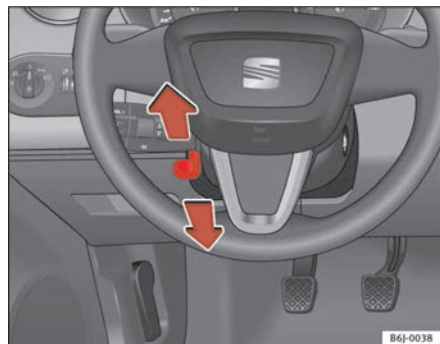

Fig. 92 Regolazione in altezza del volante
- Abbassare la leva ⇒ **fig. 92** che si trova sotto il piantone dello sterzo ⇒ .
- Posizionare il volante nel modo desiderato ⇒ **fig. 92**.
- Regolare il sedile del conducente o la posizione del volante in modo tale che la distanza tra il volante stesso e lo sterno del conducente sia di almeno 25 cm ⇒ **fig. 92**. Se la distanza minima non viene rispettata, l'efficacia del sistema degli airbag si riduce, con gravi rischi per l'incolumità delle persone (non escluso quello di morte).